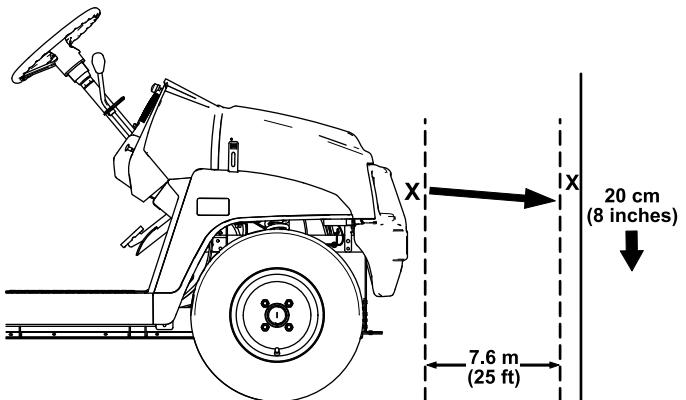

Figure 48
1. Garez la machine sur une surface plane et horizontale avec les phares à environ 7,6 m (25 pi) devant un mur (Figure 48).
La partie la plus brillante du faisceau doit se trouver 20 cm (8 po) en dessous du repère que vous avez fait sur le mur (Figure 48).